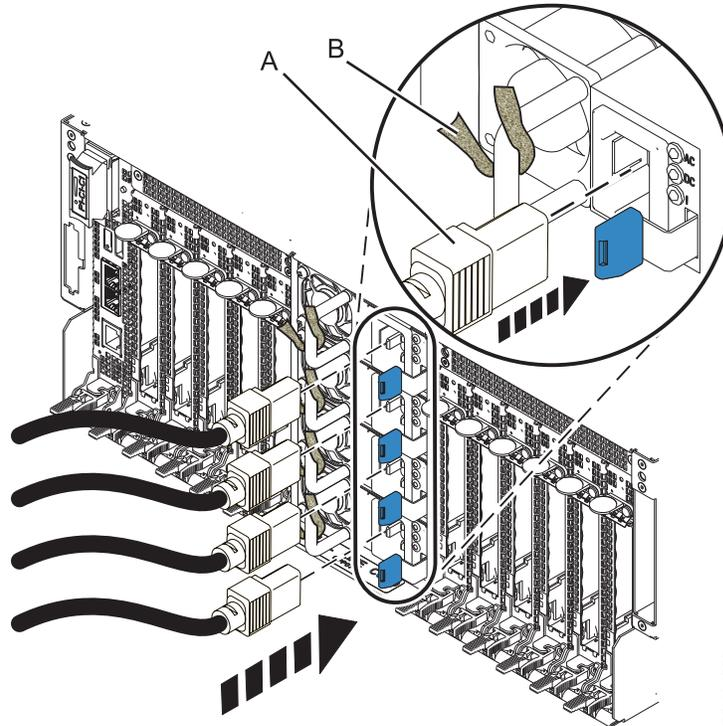

Figura 32. Conectando os cabos de energia e prendendo os cabos com prendedores.
6. Plugue os dois cabos de energia às fontes de alimentação (**A**). Consulte Figura 32 na página 40.
8. Conecte o fio e os cabos com abraçadeiras ou fitas de velcro (**B**), como mostrado na Figura 32 na página 40.